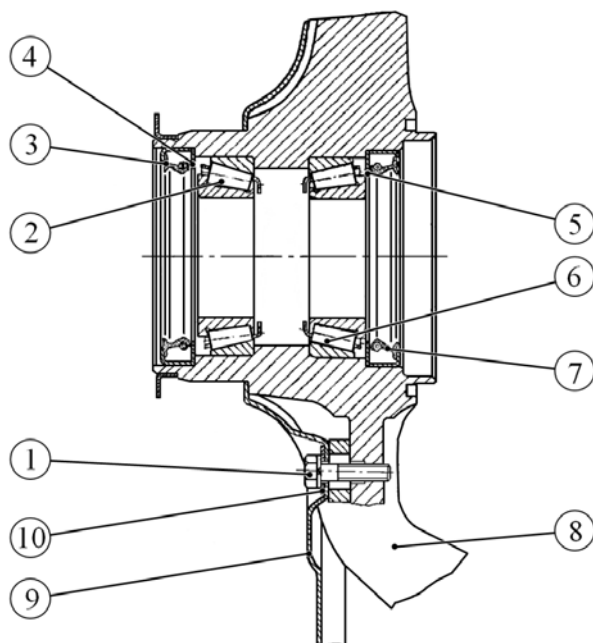

Рисунок 6 – Кулак поворотный в сборе:
3.5 Отвернуть болт 1, рисунок 6, с пружинной шайбой, снять плоскую шайбу 10 и кожух 9 защитный тормоза (головка сменная 10, вороток).
4.1 Запрессовать в поворотный кулак 8, рисунок 6, наружные кольца подшипников 2 и 6 (оправка А.70185, молоток).